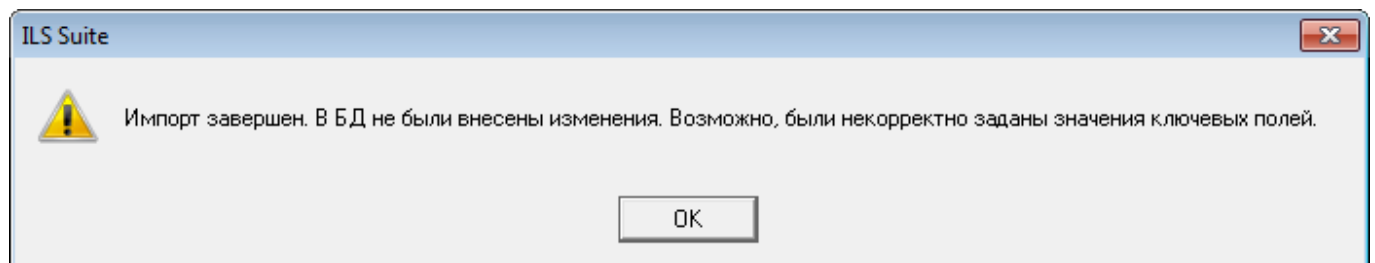

Рис. 28-47 – Сообщение о невозможности выполнить импорт данных
9) Если в окне импорта данных не указано соответствие для ключевых полей, импорт не выполняется и выводится сообщение об ошибке (рис. 28-47). В этом случае нужно повторить импорт, указав правильное соответствие для ключевых полей.